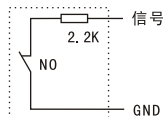
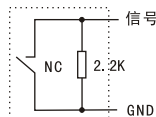

图 1
图 2
④. 分机在呼通管理中心状态下，可进行托管申请并留下简短语言说明。此后，当有访客呼叫住户时，系统将自动将呼叫请求切换至管理中心，由管理中心将住户留言转告知来访者。直至住户再次呼叫管理中心取消托管。
⑤. 分机在呼叫或对讲状态下挂机可终止相应工作状态。
①. 正常情况下，状态指示绿灯闪亮，当为红灯长亮时，表示有新的短信或图片，可按一次“ ”键并从显示屏上读取信息内容，且听到“嘀”一声。阅读时间约为10秒，阅读次数为一次。若是在按“ ”键时听到忙音，表示线路忙，可稍后再查阅。
②. 在系统含有图片存储的情况下，住户可拥有16张（照片、私人短信）的存储和共享16张公共短信。在没有新的短信和照片的情况下，住户长按住“”键3秒钟以上可查看以前的短信和照片。住户查阅照片和短信顺序为（连续按“”键）：未阅公共短信→未阅私人照片和短信→已阅照片和短信。
①. 在待机无新短信的状态下，按一次“”键，分机显示屏打开，显示楼栋主机处的影像；按第二次“”键可关闭监视功能。
②. 显示屏也可在被打开的30秒后自动关闭。
①、分机报警探头连接：
a. 在分机的背后有四组报警方式选择插针座，分别是：烟感、瓦斯、红外、门磁。这些插针座在安装时应根据连接情况作出适当的选择：不连接报警探头的插针应插上短路块，否则会一直报警；连接报警探头的插针应拔下短路块，否则不能正常处理警情。在报警探头中有些是开路报警NO式（无报警时控制触点常闭，报警时控制触点断开），有些是短路报警NC式（无报警时控制触点常开，报警时控制触点接通），当探头报警方式为NO式时，应在探头触点间串联一2.2K电阻(如图1)；当探头报警方式为NC时，应在探头触点间并联一2.2K电阻（如图2）。连接电阻时应将电阻连在靠近探头触点端，这样可使分机探头在遭到强行拆卸时能正常发出警报声。每组探头端口可接多个相同的探头监测多个地点，方法是：NO式探头报警触点串联连接（如图3）；NC式探头报警触点并联连接（如图4）。在连接中相同的一